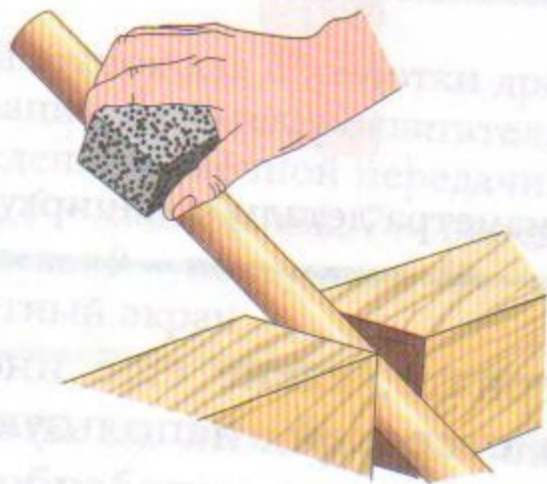

Рис. 33. Обработка детали шлифовальной шкуркой
5. Для окончательной зачистки деталь обрабатывают шлифовальной шкуркой (рис. 33).